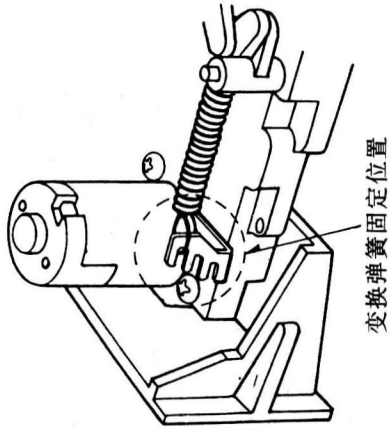

图 38
②由于张力仪十分灵敏,应读取 3 次读数;
③如果张力超出规定值,则应改变后张力弹簧位置,如图 38 所示。